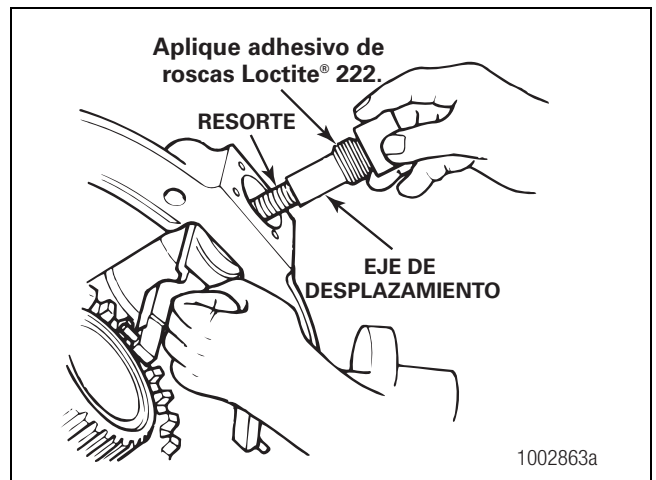

Figura 6.10
- Mantenga la horquilla de desplazamiento en posición. Instale el resorte del eje de desplazamiento dentro de la abertura correspondiente en el portadiferencial, a través del orificio de la horquilla de desplazamiento y dentro del orificio para el resorte del eje de desplazamiento. Figura 6.10.